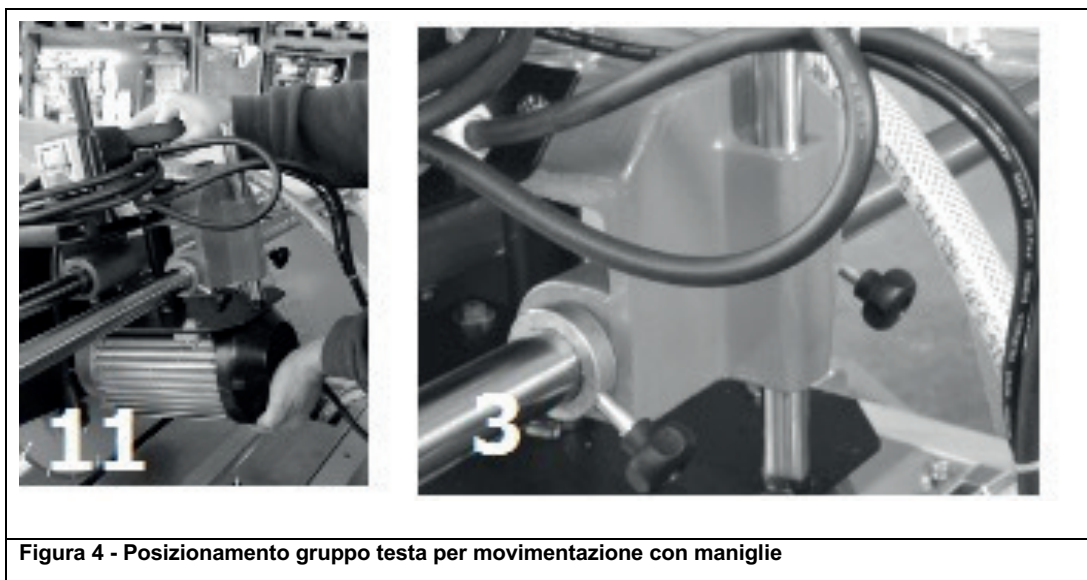

Figura 4 - Posizionamento gruppo testa per movimentazione con maniglie
- 3] Serrare i due anelli di bloccaggio contro il carrello motore (Rif. 3 Figura 4).